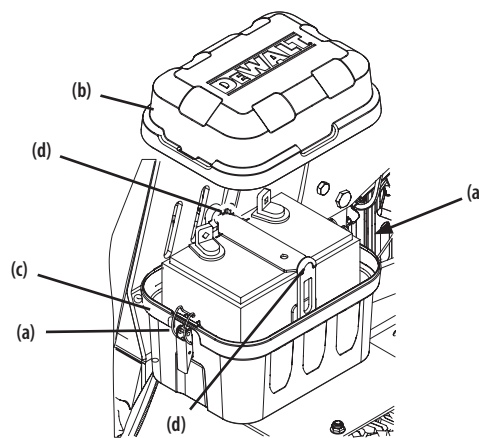

Figura 20
- Suelte las dos trabas (a) que sujetan la tapa de la batería (b) a la caja de la batería (c) y quite la tapa de la caja de la batería. Consulte la Figura 20.